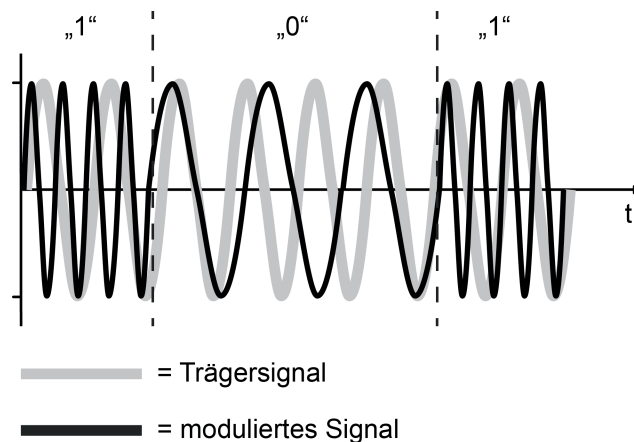

Bild 24: Frequenzumtastung als Modulationsverfahren (FSK = Frequency Shift Keying)
Eine elektromagnetische Welle mit konstanter Amplitude und Frequenz transportiert noch keine Information. Um dies zu erreichen, muss der Sender die Amplitude oder die Frequenz der Welle nach einem vereinbarten Verfahren ständig verändern und dem Trägersignal in dieser Weise die Information aufmodulieren. Bei KNX RF wird die Modulationsart "Frequenzumtastung" (FSK = engl. Frequency Shift Keying) verwendet. (Bild 24). Die Frequenzumtastung ist eine Variante der Frequenzmodulation (FM) und für die Übertragung digitaler Informationen geeignet. Es werden zeitlich kodiert zwei in ihrer Frequenz unterschiedliche Signale gesendet, um dem Empfänger die logischen Zustände "0" und "1" mitzuteilen. Eine Frequenzumtastung ist unempfindlich gegen Störungen. Selbst starke Übertragungsverluste bei der Signalamplitude wirken sich nicht nachteilig auf das Demodulieren der übertragenen Information aus.